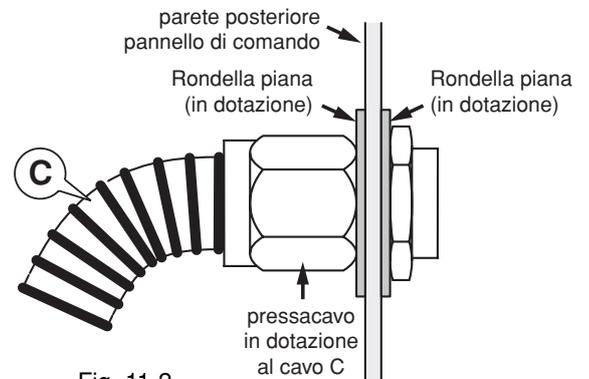

Fig. 11-2
- Sollevare il pannello R, inserire la caviera C nel foro del pretrancio K1 e bloccarla al pannello di comando con il fermacavo in dotazione montandolo interponendo le rondelle piane in dotazione come indicato in fig. 11-2;